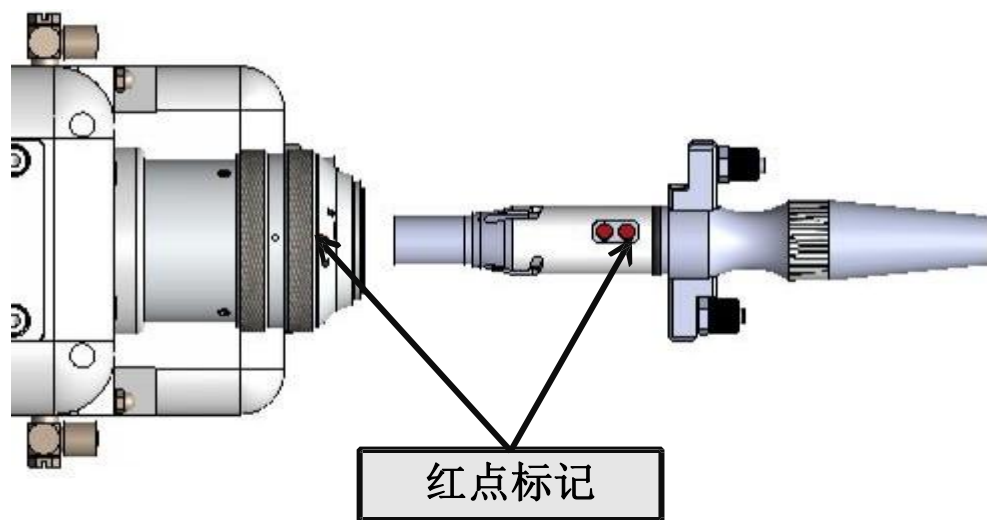

图2.5
- ④ 光纤头上红点对准QBH连接器的红点，慢慢将光纤头插入QBH连接器中，如下图2.5所示：